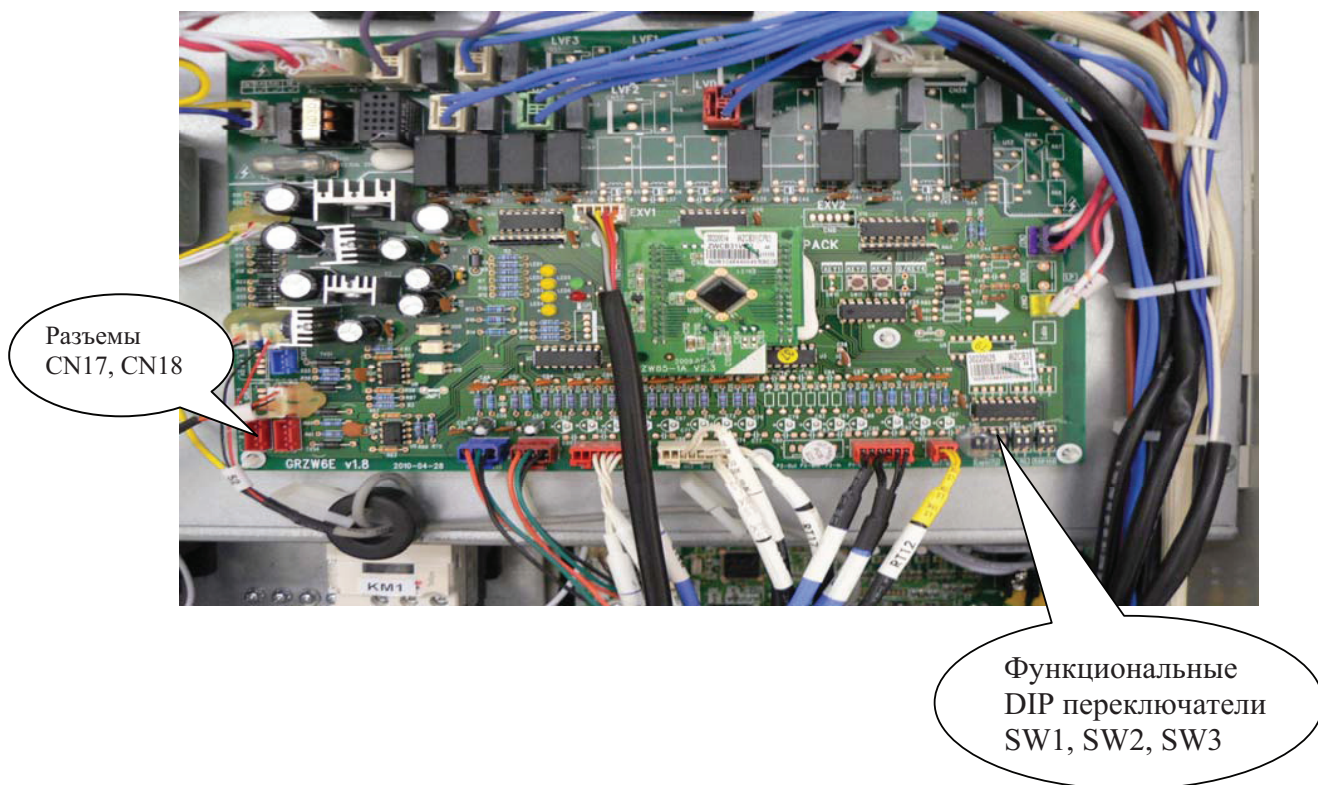

Рис. 7.5
7.2.3 Сигнальный кабель подключается к разъемам CN17, CN18 на основной плате (AP1) наружного блока (рис. 7.5).